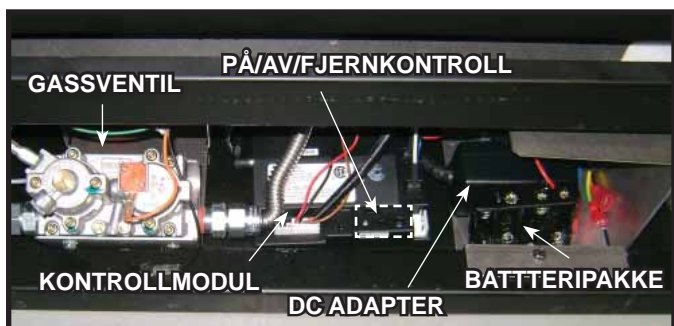

Fig. 16.2 Ventilkomponenter
2. Finn kontrollmodulen. Se Fig. 16.2.